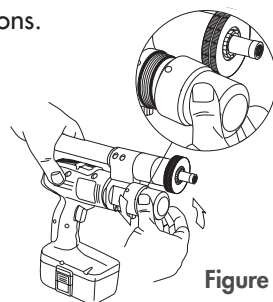

Figure 11
- 1) ôter le couvercle du réservoir (I) comme illustré en la figure 11;